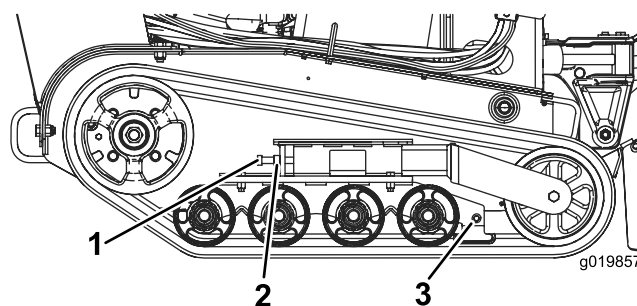

Figure 48
3. Desserrez l'écrou de blocage sur le boulon de tension de la chenille (Figure 48).
4. Serrez le boulon de réglage de tension à un couple de 32,5 à 40,7 N m pour tendre la chenille (Figure 48).
4. Desserrez le boulon de réglage de tension et l'écrou de blocage (Figure 48).